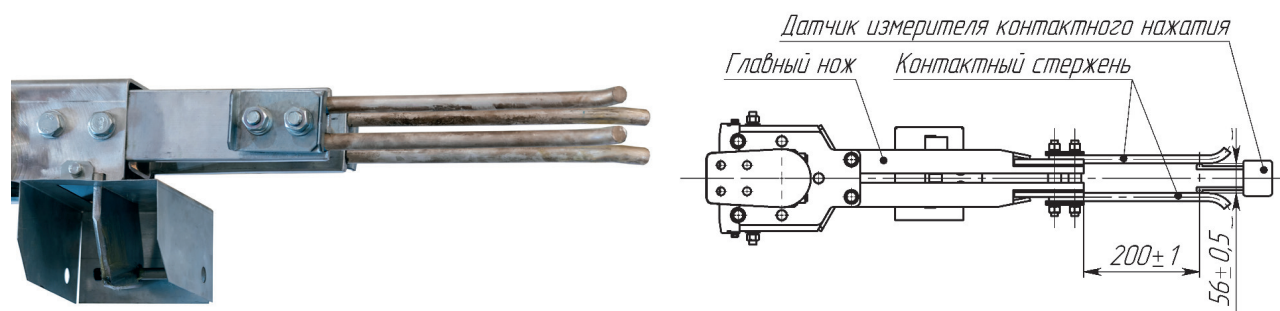

Рисунок 11.1 Измерение контактного нажатия контактов главного ножа
11.3.4 Усилия контактного нажатия пальцевых контактов главных ножей должно составлять  $(170 \pm 10)$  Н. Усилие следует измерять, установив раствор щупов измерителя нажатия на ширину  $(56 \pm 0,5)$  мм. датчик при измерении необходимо с усилием вставлять между противоположными стержневыми контактами, как показано на рис. 11.1.